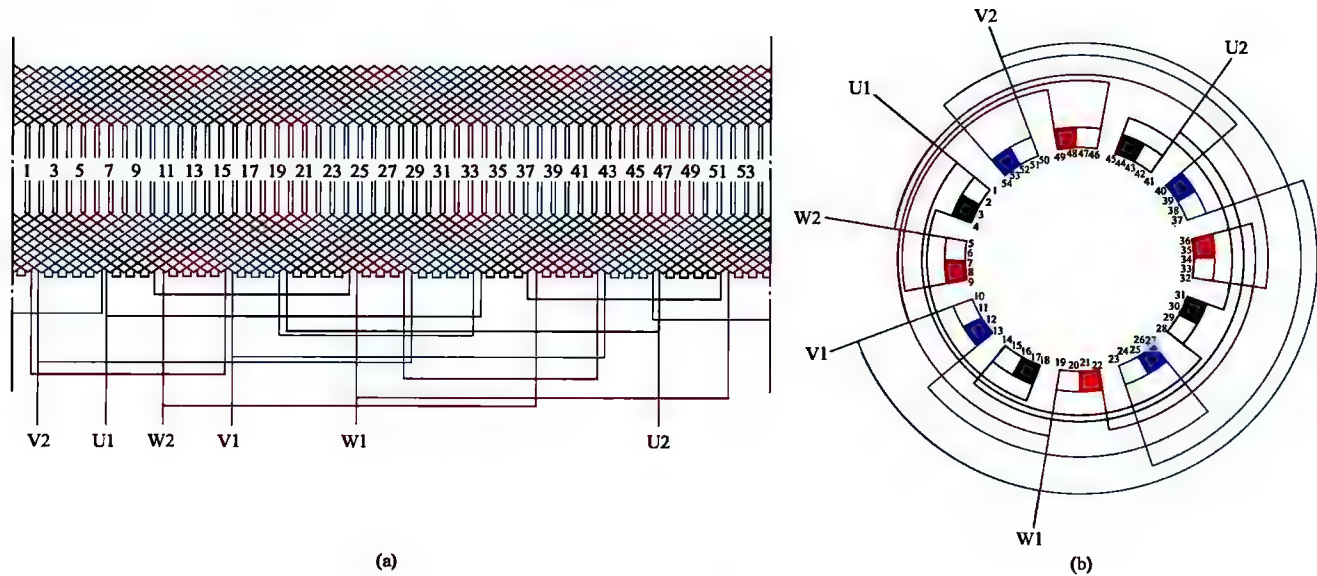

图 1-45 三相 4 极 54 槽双层叠绕组 2 路接法
45. 三相 4 极 54 槽双层叠绕组 2 路接法展开图与接线圆图 (见图 1-45)